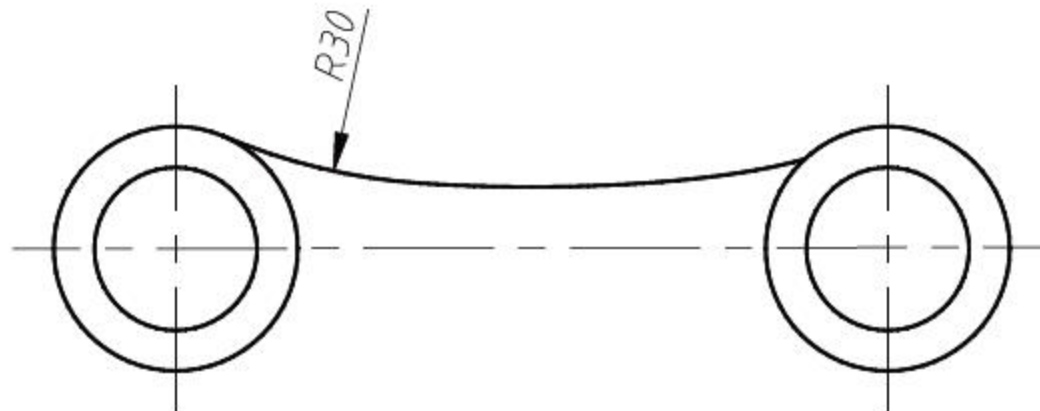

图3-88 倒角操作
**06** 倒圆角。单击【修改】面板中的【圆角】按钮, 输入圆角半径为30, 然后依次选取左侧的圆和椭圆弧, 结果如图3-88所示。命令行操作如下。